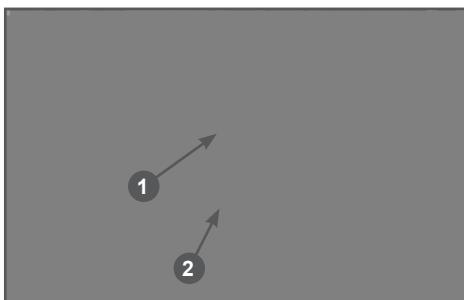

Рис. 18 Слив топлива из карбюратора
3. Открутите болт 2 на карбюраторе 1 (Рис. 18) и слейте топливо из поплавковой камеры в подготовленную для этого емкость.
- Слейте топливо из топливного бака и карбюратора (Рис.18).